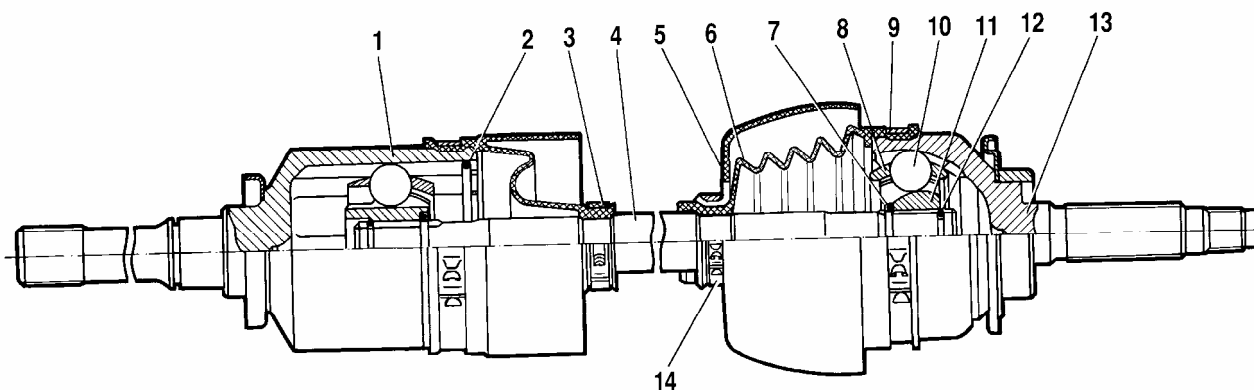

Рис. 3-79. Привод переднего колеса:
На передние колеса крутящий момент передается от переднего моста через правый и левый привода, каждый из которых состоит из вала 4 (рис. 3-79) и двух шарниров равных угловых скоростей.
- разожмите хомуты 9 и 14 (см. рис. 3-79), снимите их с резинового чехла 6 и с кожуха и сдвиньте кожух с чехлом на валу, чтобы открыть доступ к обойме 11 шарнира;
- прежде чем ударять по валу 4 (см. рис. 3-79) для его соединения с внутренней обоймой 11, необходимо установить новое стопорное кольцо 12 строго по центру, а затем резко ударить вниз по концу вала; стопорное кольцо сожмется и проскользнет через шлицевое отверстие обоймы;